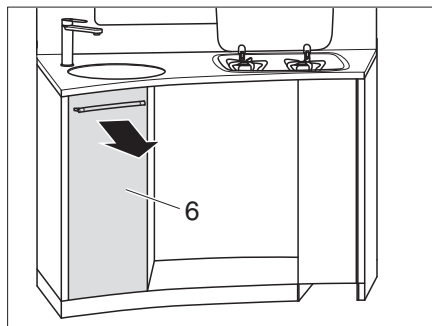

Bild 132 Hohe Küchenschublade herausnehmen
- Hohe Küchenschublade (Bild 132,6) herausnehmen.